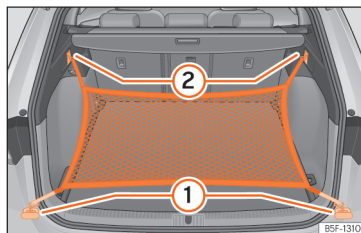

Fig. 191 Na bagageira: argolas ① e ganchos ② para fixar o saco de rede.
- Fixe os ganchos curtos da rede nas argolas de fixação »» **Fig. 191 ①** »» . O fecho de correr do saco deve ficar voltado para cima.
- Fixe as fitas nos ganchos para prender sacos ②.